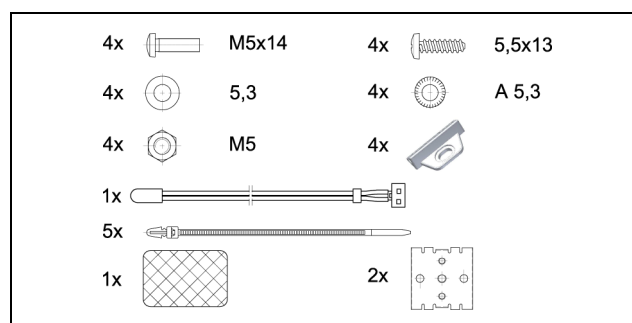

Рис. 1: Прилагаемые комплектующие
- Прилагаемые комплектующие (рис. 1)